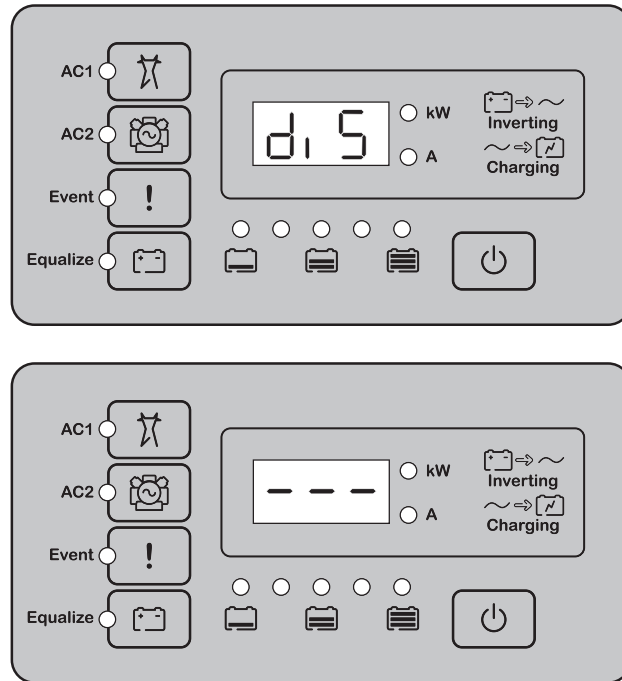

Figure 3-19 Passage en mode désactivé
- ◆ Sur le panneau d'information de l'onduleur, appuyez simultanément sur le bouton STARTUP/SHUTDOWN (Démarrage/arrêt) et sur le bouton Equalize (Égalisation). Le Conext XW+ est désormais désactivé, et **d15** (désactivé) s'affiche brièvement sur le panneau d'information de l'onduleur, suivi de “- - -” (comme illustré à la Figure 3-19).